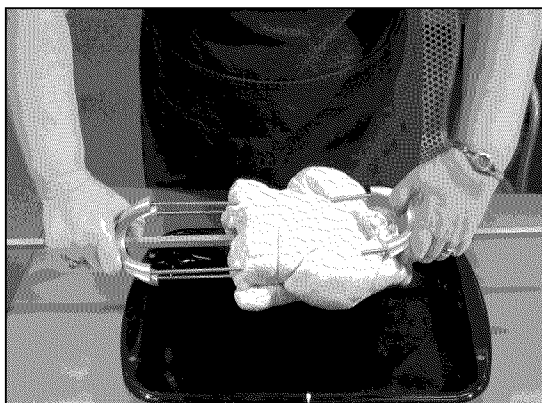

FIG. 36
2. Centrez la viande ou la volaille ficelée sur le tournebroche, placez les secondes fourchettes et tournez la vis en forme de L pour serrer (Fig. 36).